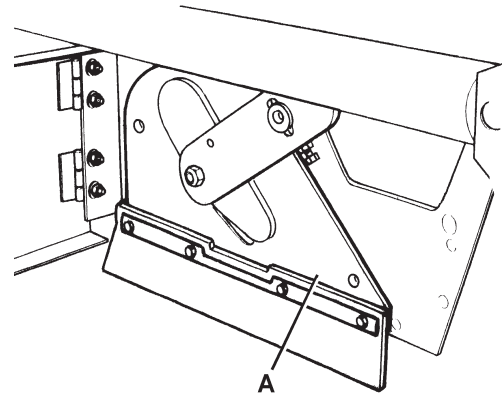
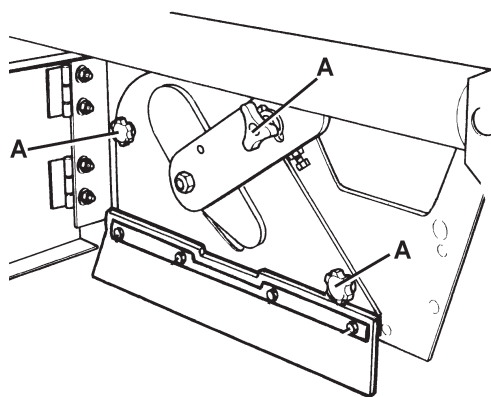

Figure 6
Figure 5
1. Amener la machine sur un sol plat et activer le frein de stationnement au moyen de la pédale (82) et du levier (75).
2. Tourner la clé de contact (69) sur "0", puis l'enlever.
3. Dégager le dispositif de retenue (8) et ouvrir le portillon droit (7).
4. Dévisser et enlever les pommeaux (A, Fig. 5).
5. Enlever le couvercle (A, Fig. 6) du logement du balai central.
10. Installer le couvercle du logement du balai central (A, Fig. 6) et serrer les pommeaux (A, Fig. 5).
11. Fermer le portillon droit (7) et engager le dispositif de retenue (8).